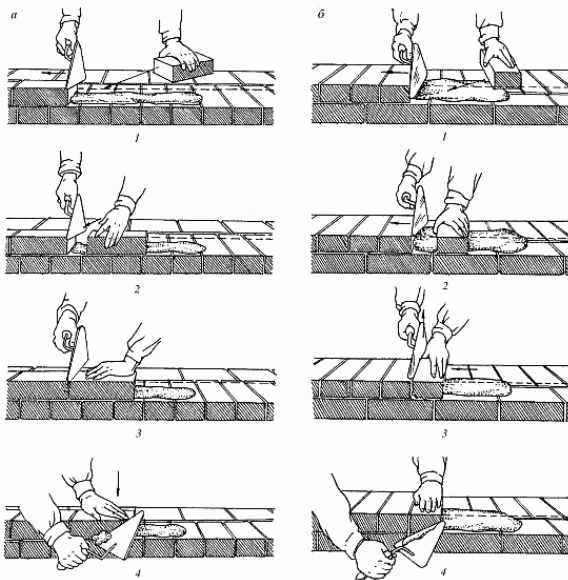

Рис. 10. Кладка вприжим: а – ложкового ряда; б – тычкового ряда; 1–4 – последовательность действий
*Способом вприжим (рис. 10)* выкладывают стены из кирпича на жестком растворе (осадка конуса 7–9 см) с полным заполнением и расшивкой швов. Этим способом укладывают как ложковые, так и тычковые версты. При этом раствор расстилают с отступом от лица стены на 10–15 мм. Разравнивают раствор тыльной стороной кельмы, перемещая ее от уложенного кирпича и устраивая растворную постель одновременно для трех ложковых или пяти тычковых кирпичей. Кладку вприжим выполняют в следующем порядке. Держа в правой руке кельму, разравнивают ею растворную постель, затем ребром кельмы подгребают часть раствора и прижимают его к вертикальной грани ранее уложенного кирпича, а левой рукой доносят новый кирпич к месту укладки. После этого опускают кирпич на подготовленную постель и, двигая его левой рукой к ранее уложенному кирпичу, прижимают к полотну кельмы. Движением вверх правой руки вынимают кельму, а кирпичом, придвигаемым левой рукой, зажимают раствор между вертикальными гранями укладываемого и ранее уложенного кирпича. Нажимом руки осаживают уложенный кирпич на растворной постели. Избыток раствора, выжатый из шва на